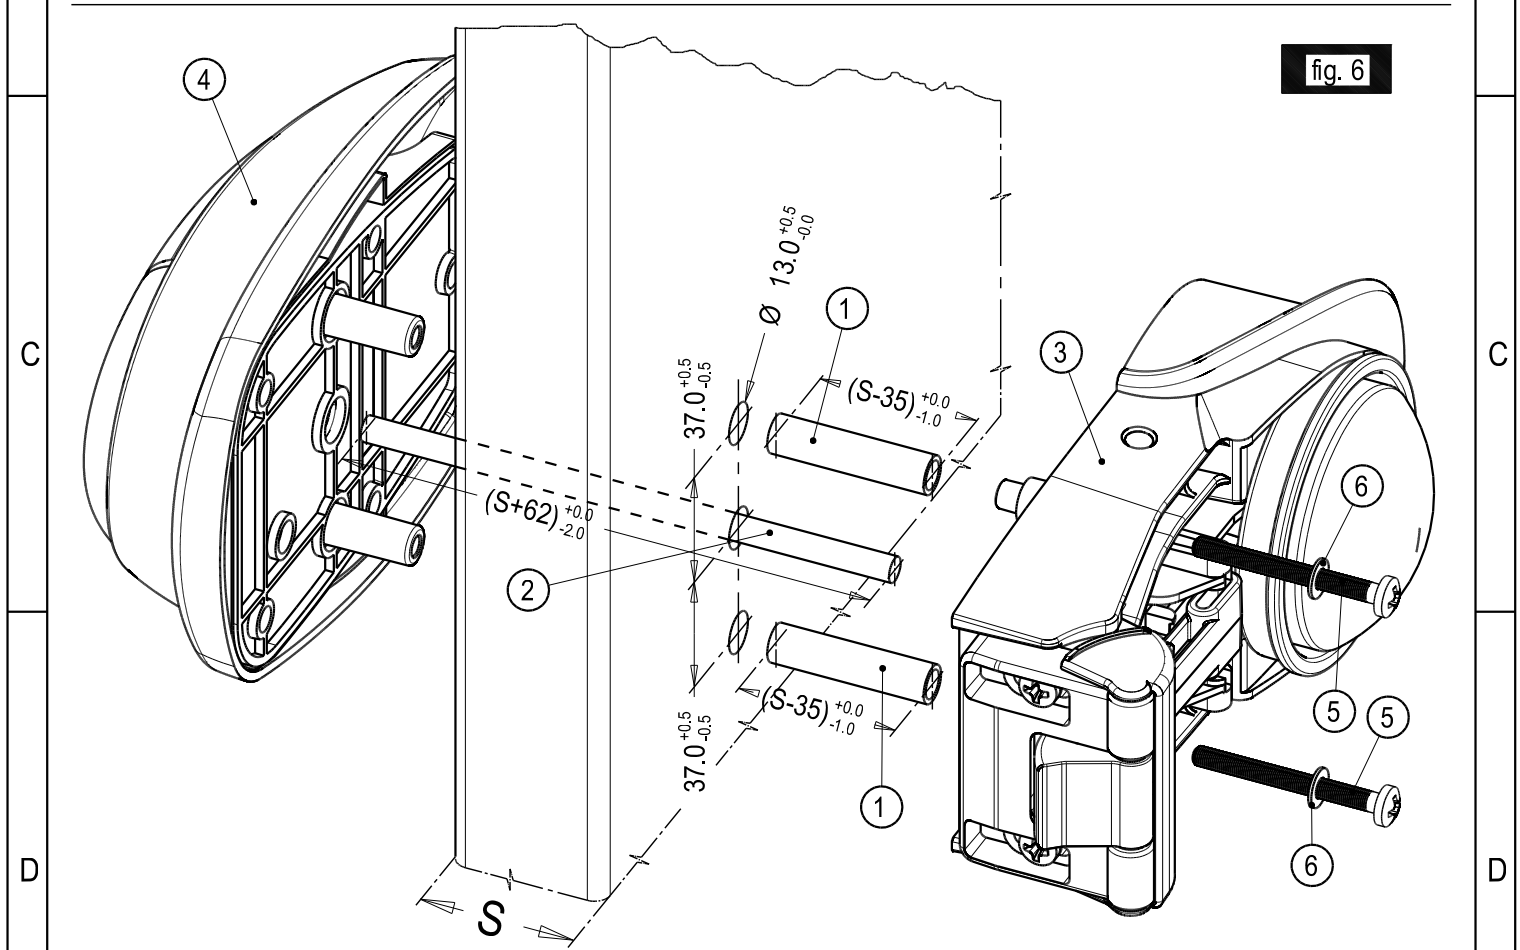

fig. 6
- 2** - fig.6 tagliare i tubi **35 mm meno dello spessore della porta** (part. 1) e inserirli nei fori di diam. 13 mm;
- 3** -fig.6 tagliare l'asta **62 mm più lunga dello spessore porta** (part. 2) e inserirla nel foro centrale diam. 13
- 4** - fig.6 inserire la chiusura esterna (part. 4) nei relativi fori della porta;
- 6** - fig.6 inserire il dispositivo di sgancio interno (part. 3) nei relativi fori della porta;
- 7** - fig.6 inserire le 2 viti (part.5-6) nelle loro sedi e avvitarle **facendo attenzione che il pannello non si schiacci.**
- che l'asta (part. 2) sia inserita perfettamente e/o tagliata nella lunghezza richiesta fig. 6 (62 mm più lunga rispetto allo spessore porta);
- controllare che i tubi (part. 1) siano correttamente tagliati come da fig. 6
- 2** - fig.6 cut the tubes (detail 1) **35 mm less than the door thickness** and insert it into the 13 mm \varnothing holes;
- 3** - fig.6 cut the bar (detail 2) **62 mm longer than the door thickness** and insert it into the 13 mm \varnothing central hole;
- 4** -fig. 6 place the external handle (detail 4) into the respective fixing holes on the door;
- 6** -fig.6 insert the internal safety device (detail 3) into the respective fixing holes on the door;
- 7** - fig. 6 insert the 2 screws (detail 5-6) in their housings and tighten them, **taking care to avoid any panel compression!!**
- check the correct cut of the tubes (detail 1) fig.6